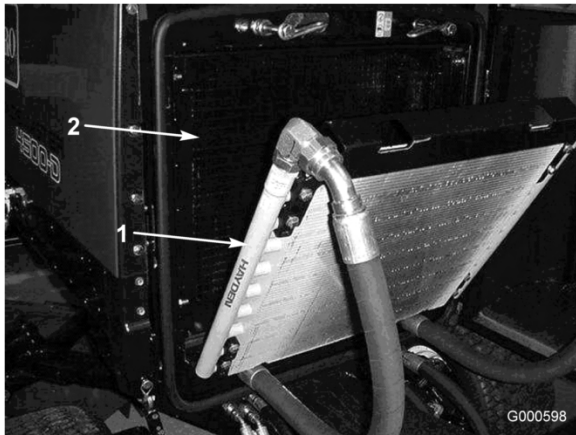

Bild 53
3. Kippen Sie den Ölkühler nach hinten. Reinigen Sie beide Seiten des Ölkühler- und des Wasserkühlerbereichs (Bild 53) gründlich mit Druckluft.